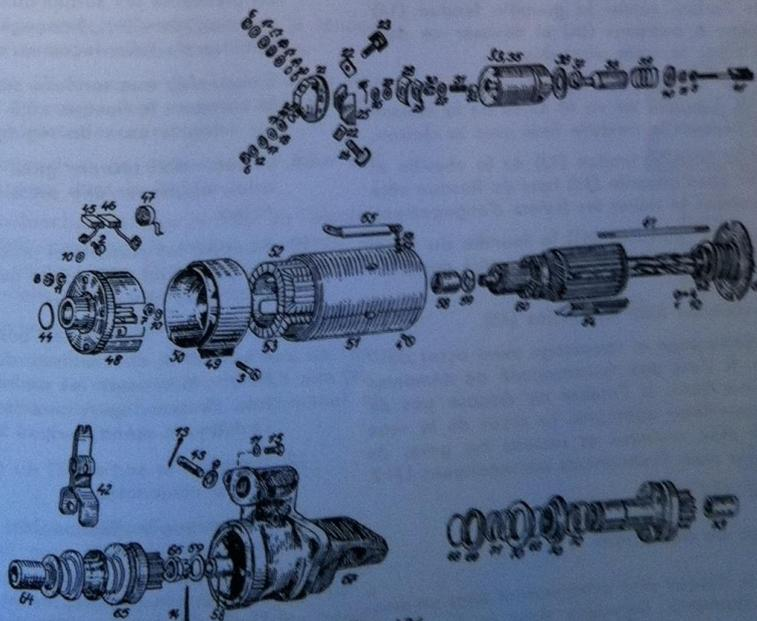

Fig. 136
Le démarreur est un moteur électrique à excitation série, construit pour l'utilisation de courte durée. Le lanceur (fig. 136) du démarreur fait partie de la roue libre (65) coulissant sur le pas rapide de l'arbre. Son engrenement se produit sous l'action du levier à deux bras (42) qui attaque le manchon de la roue libre. Ce levier est exposé à la traction exercée par un électro-aimant commandé à son tour par le bouton de démarrage du tableau de bord.
2. Dévisser l'écrou du boulon de serrage (fig. 136/3) et déposer le sangle de protection (fig. 136/4).
3. Dévisser les vis M 4x10 (fig. 136/2) serrant les embouts des fils de balai et retirer les balais.
4. Dévisser les écrous de la cheville (61) du flasque côté collecteur (48) déposer les rondelles Grower et retirer le flasque côté collecteur hors de la carcasse épaulée.
5. Déconnecter la sortie (55) du démarreur du conjoncteur (33, 35).
roue libre assemblée (fig. 136/65) et placer dans le creux les leviers (42). Accrocher la fourche du levier au manchon. (Avant de ce faire, enduire les faces de frottement de graisse LN 2.)
2. Introduire la cheville cylindrique (43) dans l'orifice du flasque côté entraînement, la faire passer par l'orifice dans le levier et la bloquer sur sur le côté opposé avec une goupille fendue (13).
3. Mettre la cloison (63) sur le flasque côté entraînement et l'assujettir au moyen de quatre vis M 4×15. Avant de ce faire, il est indispensable de centrer la cloison avec le diamètre de l'épaule du flasque. Mettre l'anneau de freinage sur la cloison assemblée.
4. Graisser l'hélice de l'arbre du rotor et engager cet arbre dans le palier (58) du flasque côté entraînement. Placer horizontalement le démarreur assemblé en partie.
5. Sortir un peu le rotor hors du palier du flasque côté entraînement et visser l'écrou à créneaux (66) dans l'extrémité du filet de l'arbre. Faire passer par les l'orifice dans l'écrou et dans l'arbre une goupille fendue (14) et la soigneusement dans la gorge de l'écrou. Appliquer la rondelle (59) et emmancher l'arbre dans le palier du flasque côté entraînement.
6. Accrocher le tirant du rotor dans l'évidement du levier (42) du conjoncteur (vérifier la connexion mécanique) et assujettir le conjoncteur par deux vis (15) au flasque côté entraînement.
8. Emmancher une rondelle sur l'arbre, appliquer sur la carcasse le flasque côté collecteur (48), l'ajuster selon le cran de réglage et le visser.
1. Déposer le couvercle du conjoncteur (fig. 136/21) en dévissant des quatre vis M 4x10.
2. Dévisser les deux écrous (6) des vis de contact (23, 24), enlever les freins d'écrou, les rondelles isolantes ainsi que les rondelles métalliques. Après ce dégagement de la vis de contact, les rondelles isolantes tombent hors du couvercle du conjoncteur.
3. Retirer le fil-frein hors du noyau de l'électroaimant (38), déposer les câbles, la lame de contact (28) et le raidisseur.
4. Après avoir retiré le noyau, enlever le ressort (39).